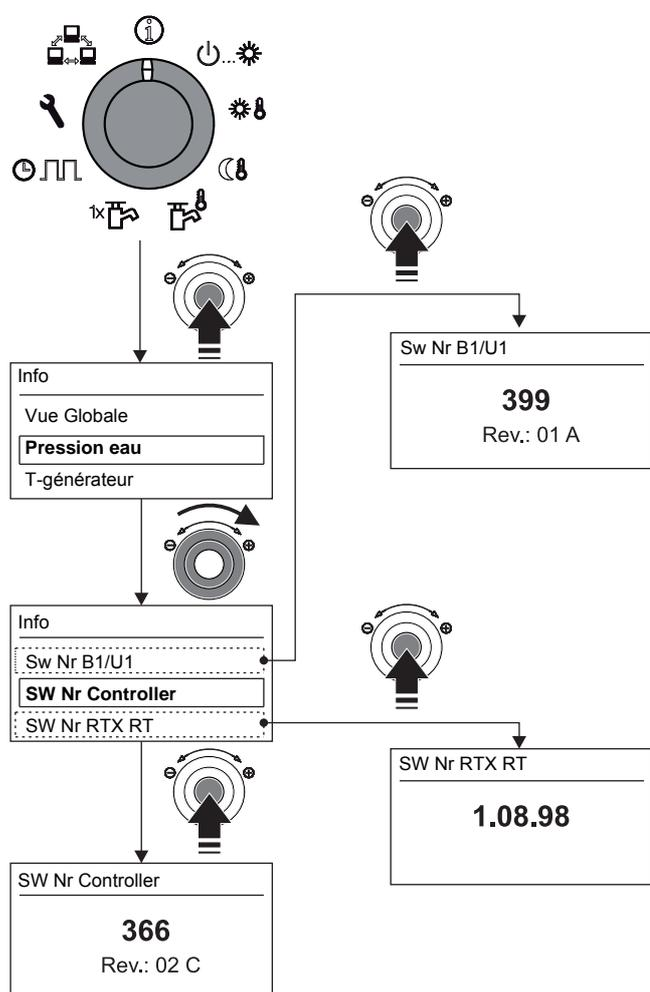

Fig. 6-4 Informations logicielles des composants du réglage
Conservez les données principales de l'appareil (procédé voir fig. 6-4) :
- Version logicielle (voir fig. 6-4) de :